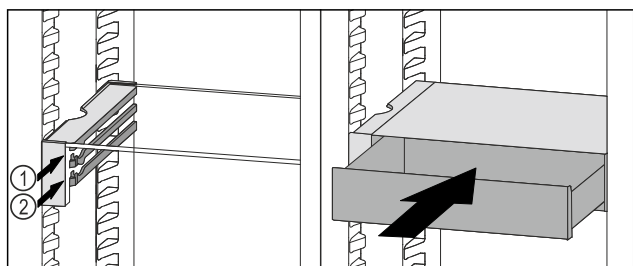

Fig. 205
- Posizionare il cassetto VarioSafe dietro i tappi sulla nervatura desiderata Fig. 205 (1) o Fig. 205 (2).